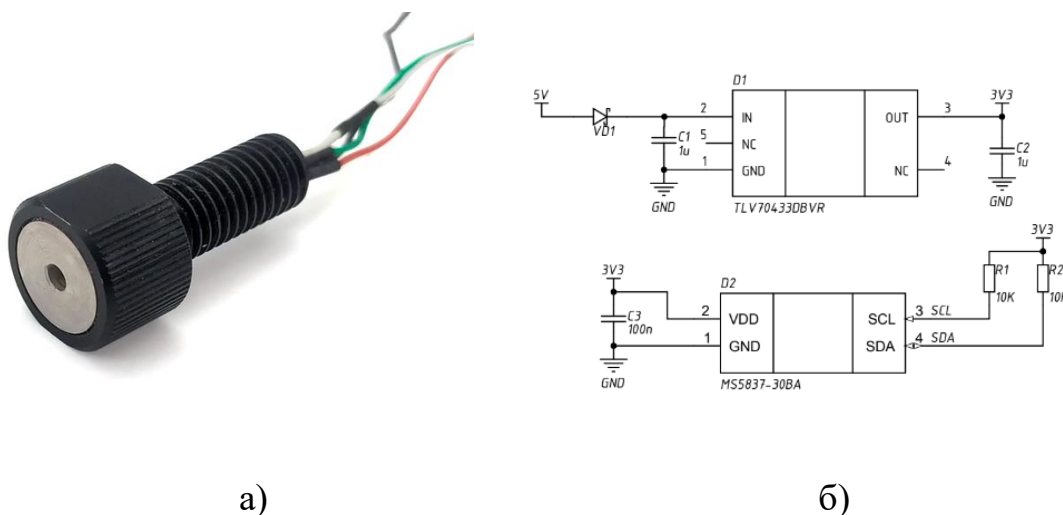

Рисунок 3 – Датчик давления MUR Depth sensor, а) фотография, б) принципиальная схема
2. Использование специальных датчиков давления, разработанных для работы в водной среде и с высокими давлениями. Они могут быть монтируемыми на подводном оборудовании или использоваться в специальных корпусах для измерения давления. Например, датчик давления MUR Depth sensor (рисунок 3а), который базируется на микросхеме MS5837-30BA (рисунок 3б).